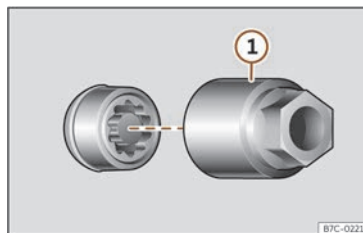

Fig. 214 Șurub roată antifurt cu căpăcel și adaptor.
- Introduceți adaptorul special >>> **fig. 214(1)** (trusa de scule >>> pag. 294) în șurubul de roată antifurt și apăsați-l complet.